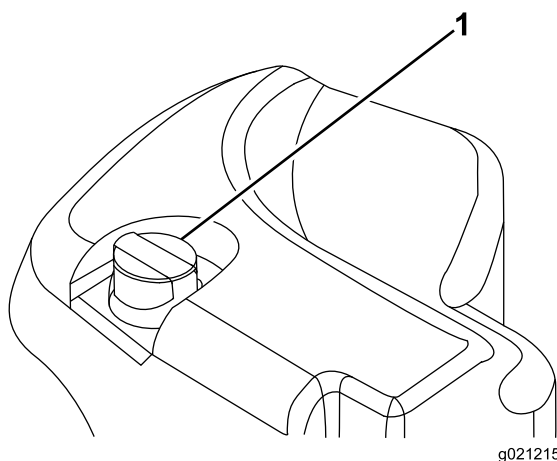

Figura 31
2. Pulite attorno al collo del bocchettone e del tappo del serbatoio idraulico (Figura 31).